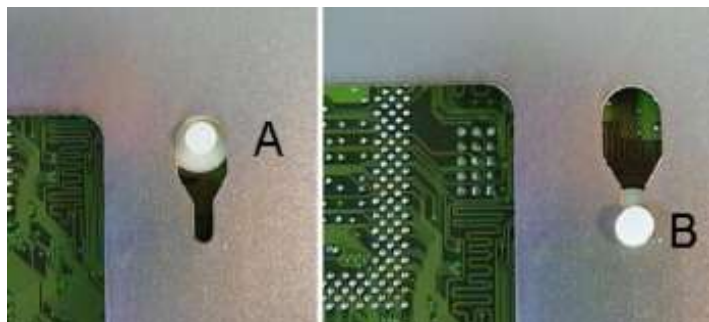

Figura 2.18 Encaixando os espaçadores plásticos nas fendas da chapa do gabinete.
A seguir colocamos a placa no seu lugar, de forma que todos os espaçadores plásticos encaixem simultaneamente nas suas fendas. A figura 2.18 mostra em (A) o detalhe do encaixe de um espaçador na sua fenda.
Após acoplar a placa de CPU, devemos olhar no verso da chapa onde a placa foi alojada, para verificar se todos os espaçadores encaixaram-se nas suas fendas. Deslocamos então a placa de CPU de modo que todos os espaçadores fiquem posicionados como indica em (B) a figura 2.18.